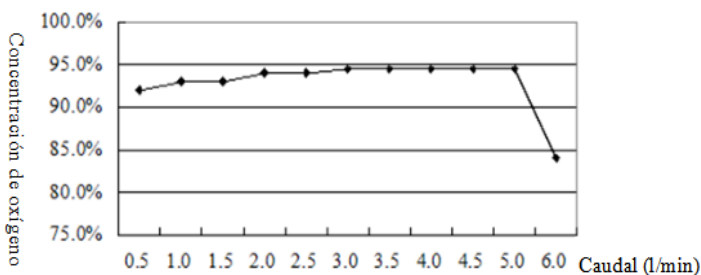

Figura 2
- 10) Cuando la presión nominal de salida es 0, el diagrama funcional para la concentración de oxígeno y el caudal se muestra en la Figura 2: